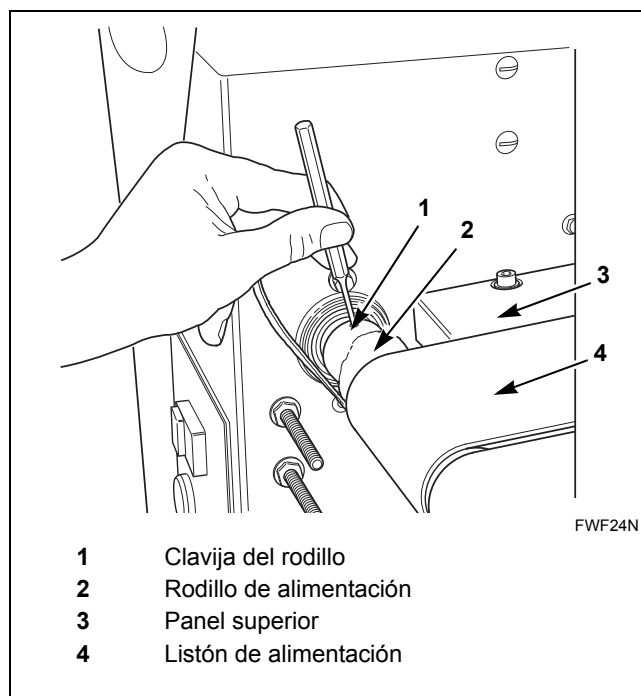

Figura 30
4. Con un golpe en el centro, saque totalmente la clavija del rodillo de alimentación. Consulte la *Figura 30*.